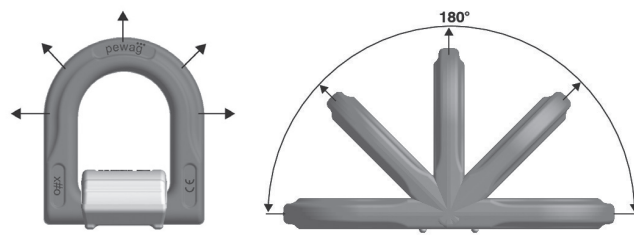

Fig. 1: Direzioni di trazione ammissibili che si verificano se utilizzato in modo corretto
**Carico:** Il carico deve essere sempre posizionato nella posizione indicata (fig. 1) con la massima capacità di carico basata sulla tabella delle portate e tenendo in considerazione le condizioni operative come qui specificato.
- La direzione di trazione non si trova nella zona specificata dalla fig. 1.